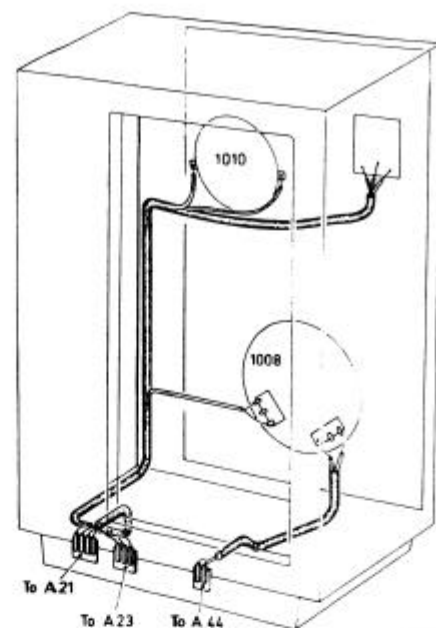

Fig. 1
5. Na reparatie de bedrading goed vastzetten in oorspronkelijke toestand (Fig. 1) en controleren op ritselen, indien mogelijk.